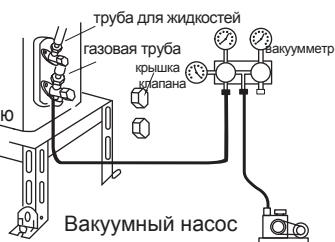

Рис. 10
- Закрепите крышку клапана низкого давления (см. Рис.10).